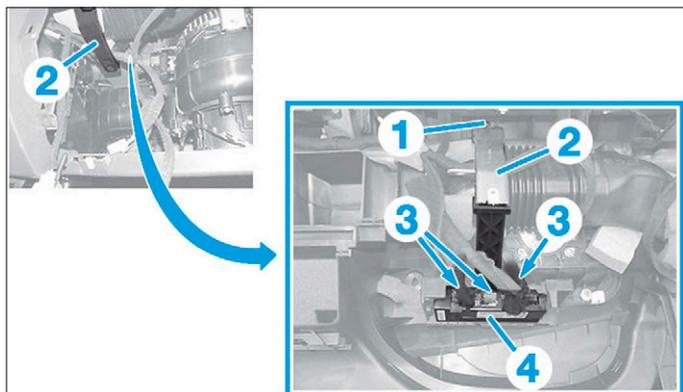

FIG. 3
- Déposer la vis (1) (Fig.3).
- Ecarter le support (2).
- Débrancher les connecteurs (3).
- Dégrafer et déposer le système USB Box (4).